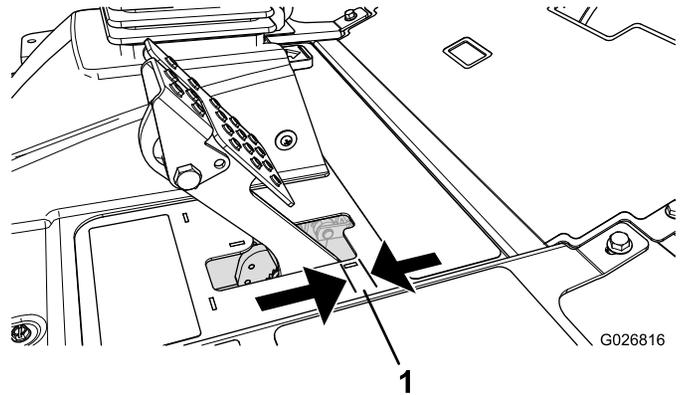

图69
当刹车踏板的自由行程（图69）超过 25cm 时，或需要施加更大保持力时，应调节刹车。自由行程是您感到刹车阻力之前，刹车踏板移动的距离。
2. 紧固后螺母，向后移动拉线，直到刹车踏板的自由行程（图69）达到 6.3~12.7mm，然后锁定车轮。